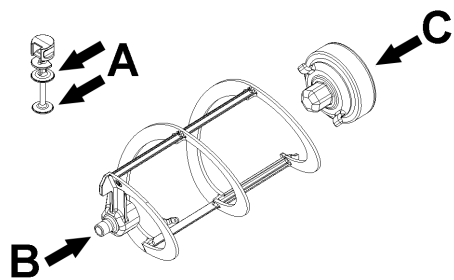
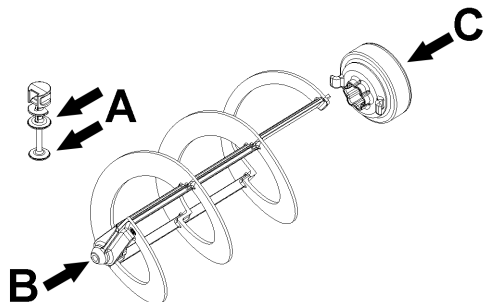

figura 16
figura 17
- 2 Lubrificar el pistón del grifo de erogación, el empalme hexagonal y el mezclador en los puntos indicados en la figura 16 (NG6) o figura 17 (NG10) utilizando exclusivamente la grasa que se entrega de serie con la máquina u otra grasa para
3 Montar de nuevo el grifo de erogación en el recipiente con secuencia inversa respecto a la de la figura 16 o figura 16.